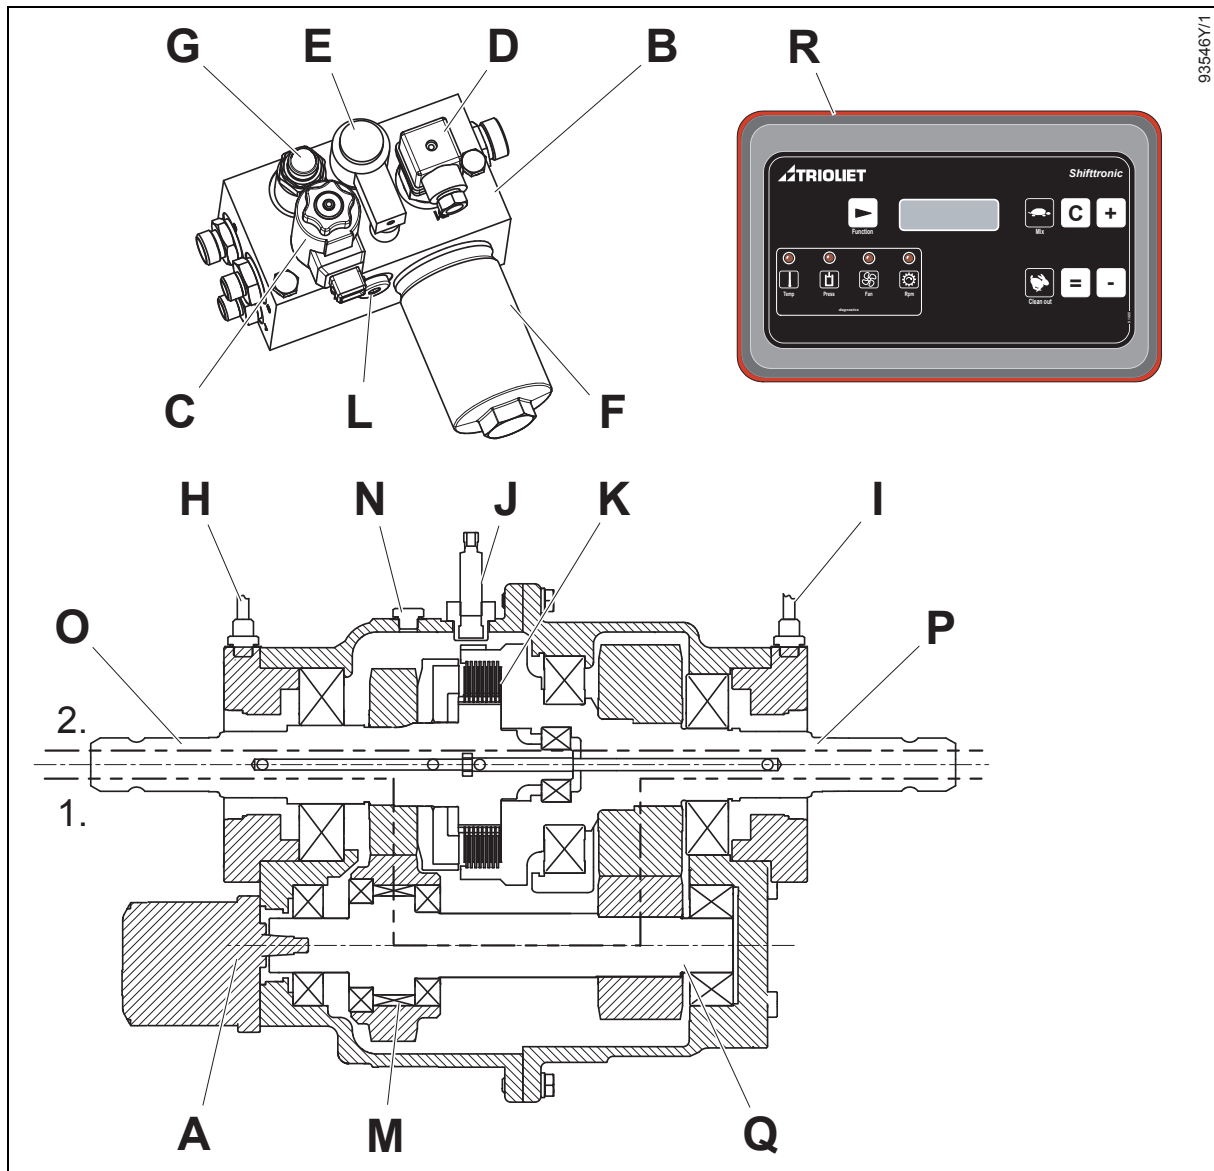
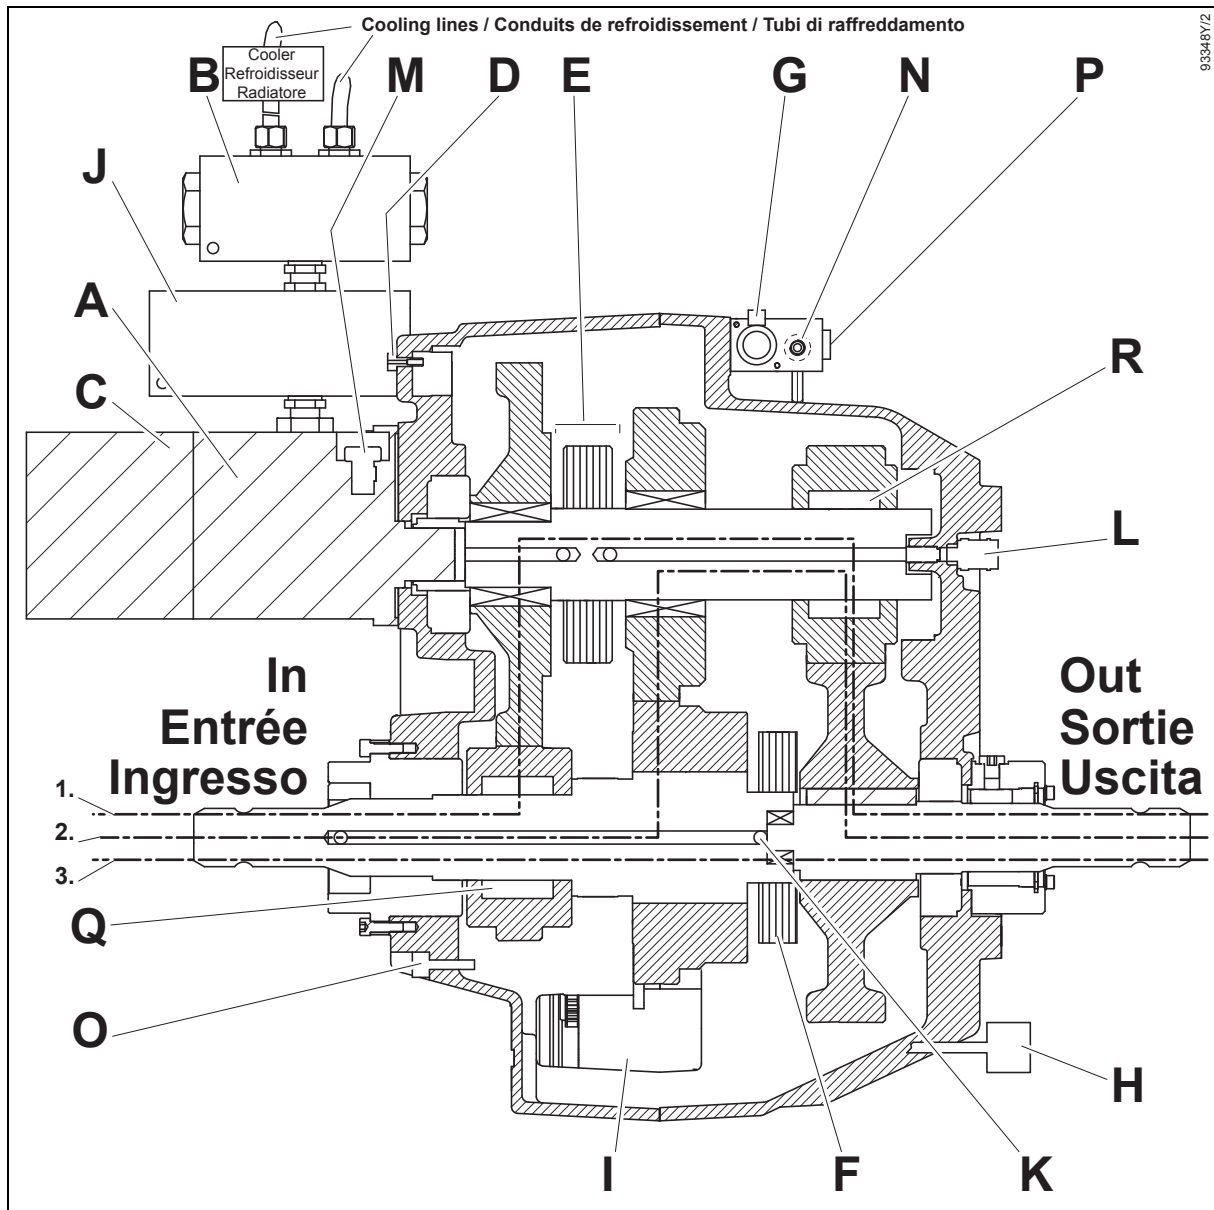

Fig. 2-1 Schematisk bild, 2-växlad Shiftronic växellåda från serie 01 och framåt
Fig. 2-2 Schematisk bild av 3-växlade Shiftronic växellådor, serie 01–04
Den första växeln är en direktdrivning utan aktiverade kopplingar. Det är lätt att starta traktorn eftersom växellådan har hög initial utväxling. Se linje 1 (Fig. 2-1), (Fig. 2-2) och (Fig. 2-2).
Den andra växeln aktiveras genom aktivering av en flerskivkoppling. Ett frihjulslager (Q) i det nedre kugghjulet kommer att frigöras så snart koppling 1 aktiveras. Se linje 2 (Fig. 2-2).
Koppling 2 kan då aktiveras för att växla till den högsta (tredje) växeln. Se linje 3 (Fig. 2-2). Koppling 1 förblir aktiverad och det andra frihjulslagret (R) frigör andra drivväxeln.